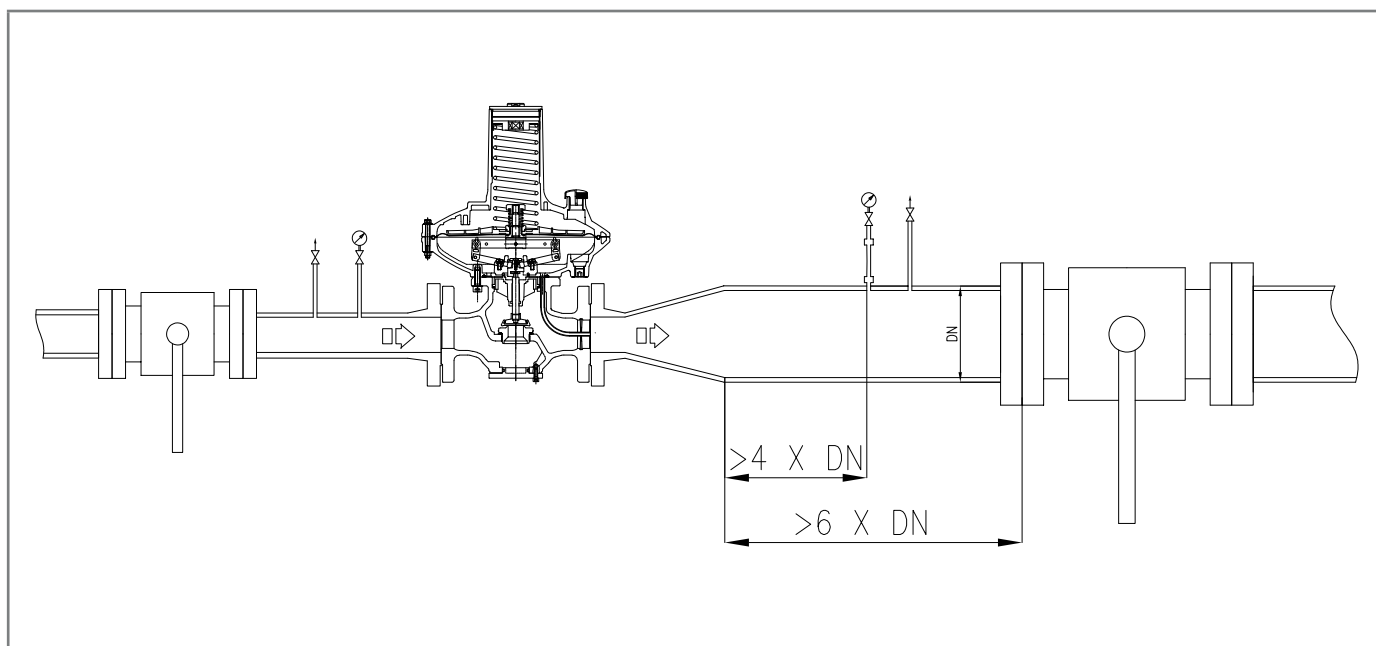
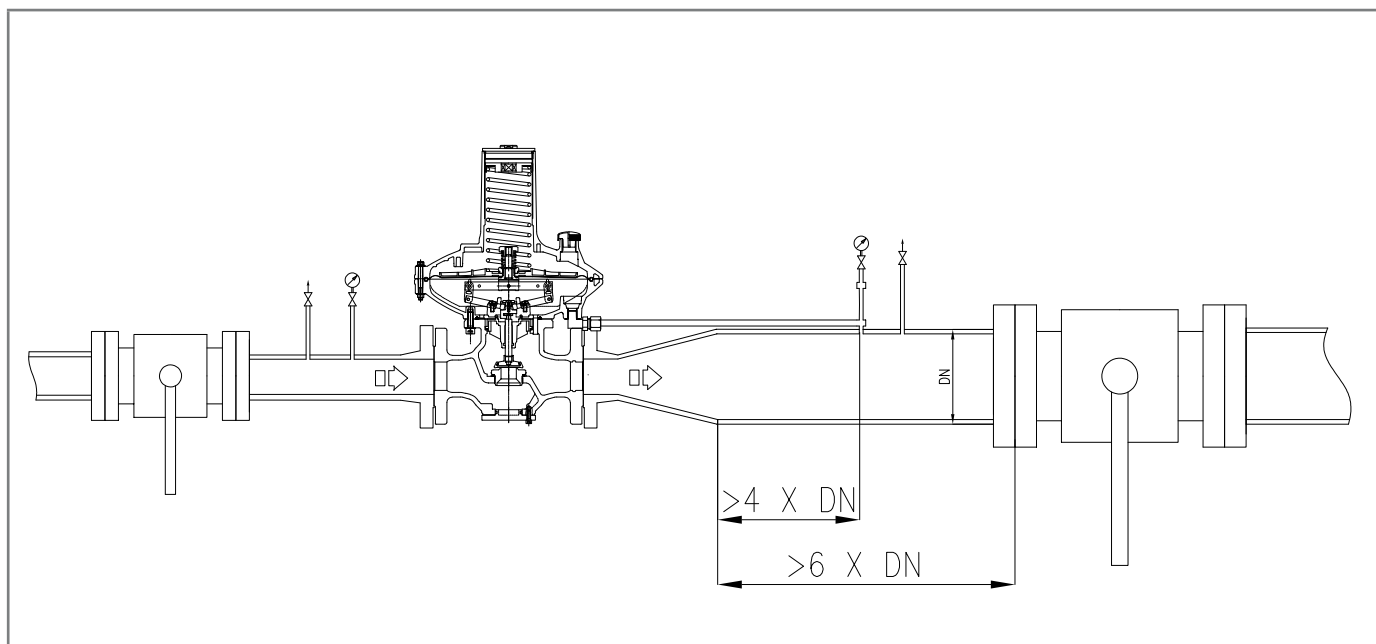

Fig. 6.13. Collegamento prese d'impulso alla tubazione di valle DIVAL 700
Fig. 6.14. Collegamento prese d'impulso alla tubazione di valle DIVAL 700 con funzione di monitor
Per l'apparecchiatura Dival 700 le prese d'impulso sono interne (Fig. 6.13), per il Dival 700 con funzione di monitor in linea le prese d'impulso sono esterne (Fig. 6.14).
- gli attacchi della connessione pneumatica siano sempre saldati sulla parte superiore o sull'asse orizzontale della tubazione stessa (fare riferimento alla fig. 6.14);